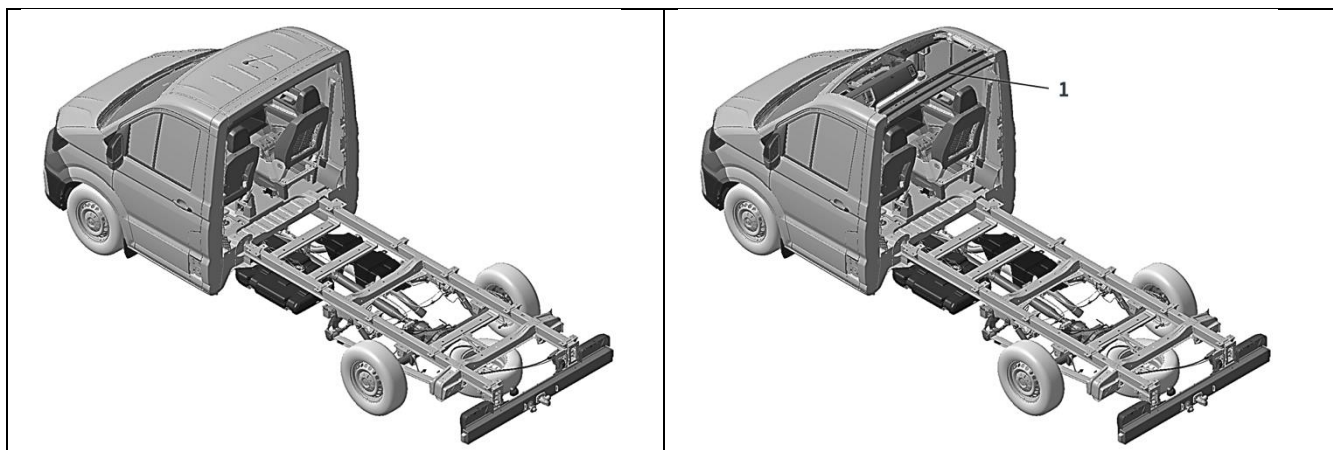

Abb.1: Windlauf (Variante mit und ohne Fahrerhausdach)
Beim Windlauf (PR-Nr. K4N) auf Basis des Fahrgestells mit Einzelkabine entfallen ab Werk die Fahrerhausrückwand oder Rückwand und das Fahrerhausdach. Zur Aussteifung des Fahrerhauses zum Transport ist bei der Variante ohne Dach über den B-Säulen ein Hilfs-Dachspriegel (1) eingesetzt (siehe Abb.1 Windlauf).